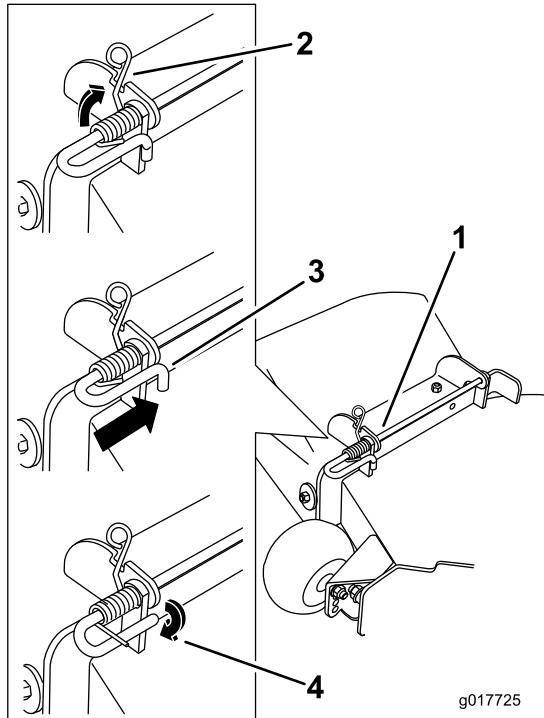

Figura 77
5. Fissate il gruppo costituito dall'asta e dalla molla ruotandolo in modo tale da collocare l'estremità corta dell'asta dietro la staffa anteriore saldata al piatto di taglio (Figura 77).
4. Sollevate l'estremità lunga della molla e inseritela nella tacca presente sulla staffa del deflettore (Figura 77).